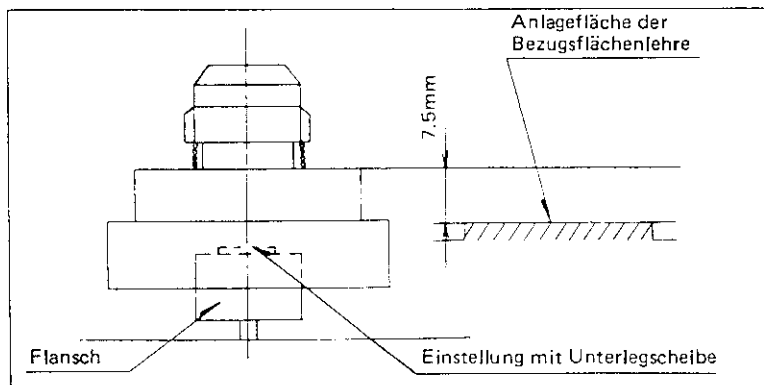

Abb. 2-42 Einstellung der Höhe des Spulentellers (Ablaufspule)
6. Anschließend ist der Spulenteller auf der Welle des Motors zu montieren. Ist der Abstand entsprechend Abb. 2-42 größer als 7,5mm, so muß die Unterlegscheibe entfernt werden. Ist dagegen der Abstand kleiner als 7,5mm, so muß eine Scheibe (552C00604) untergelegt werden.